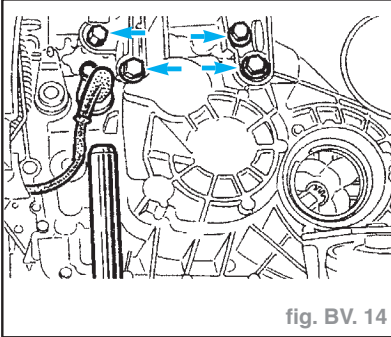

fig. BV. 14
- Descendre légèrement le groupe motopropulseur pour faciliter la dépose du support gauche de la boîte de vitesses (4 bis) (fig. BV. 14).
- Mettre en place et serrer en premier la vis conique du support de groupe motopropulseur gauche (fig. BV. 14).